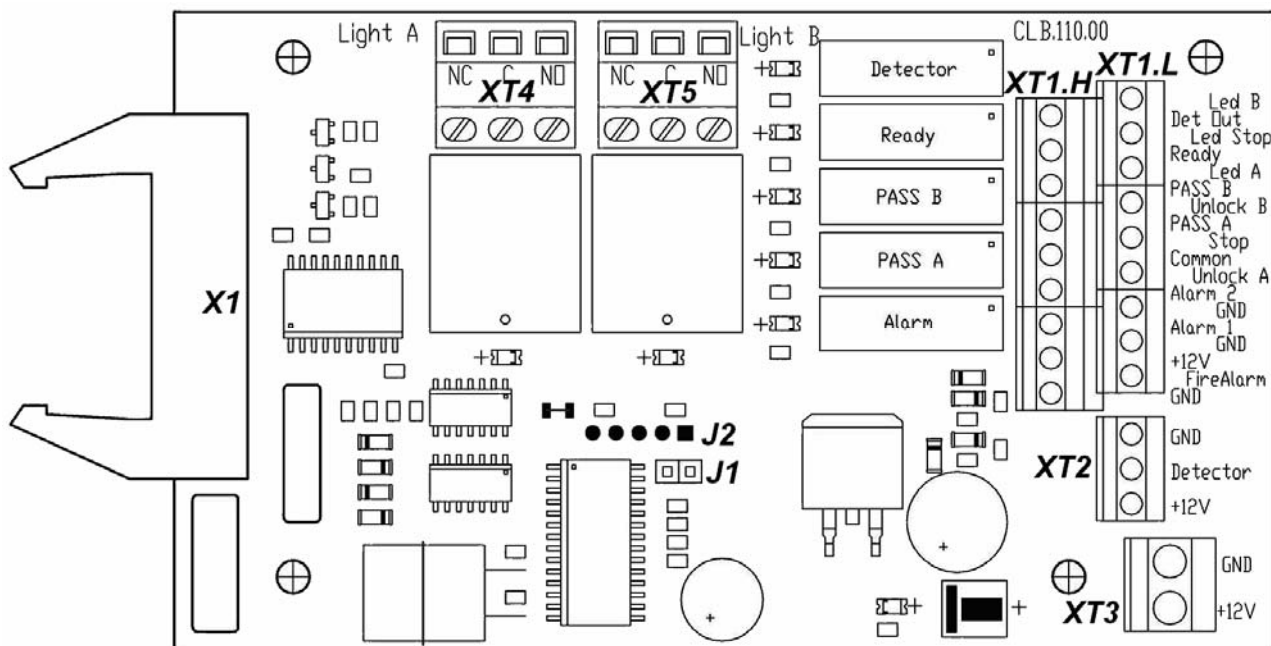

Рисунок 3 Внешний вид платы CLB
5.2.4 Пульт управления выполнен в виде небольшого настольного прибора в корпусе из ударопрочного АБС пластика и предназначен для задания и индикации режимов работы при ручном управлении турникетом. Пульт управления подключается к плате CLB гибким многожильным кабелем (14) через клеммную колодку "ХТ1.Л" (см. рис. 3).
На лицевой панели пульта управления расположены три кнопки для задания режимов работы турникета. Над кнопками расположены индикаторы. Средняя кнопка **STOP** (далее – кнопка **Запрет прохода**) предназначена для переключения турникета в режим «*Запрет прохода*». Левая и правая кнопки (далее – кнопки **Разрешение прохода**) предназначены для разблокировки турникета в выбранном направлении. Изменить ориентацию пульта управления относительно установки стойки турникета (если на месте установки стойка обращена к оператору не лицевой, а тыльной стороной) можно, поменяв местами провода от пульта управления, подключаемые на контакты *Unlock A* и *Unlock B* а также *Led A* и *Led B* соответственно (рис. 3 и рис. А.1 Приложения А).
5.2.5 На плате CLB (см. рис. 3) расположены:
5.4.3 Реле *PASS A* (контакты *PASS A* и *Common*), *PASS B* (контакты *PASS B* и *Common*), *Ready* (контакты *Ready* и *Common*), *Detector* (контакты *Det Out* и *Common*) и *Alarm* (контакты *Alarm 1* и *Alarm 2*) имеют нормально-разомкнутые контакты. При этом общий для этих реле контакт *Common* не соединен с минусом источника питания турникета. В исходном (неактивном) состоянии при включенном питании контакты реле *PASS A*, *PASS B*, *Ready* и *Detector* замкнуты (на обмотку реле подано напряжение), а контакты реле *Alarm* разомкнуты (напряжение на обмотку реле не подано). Факт срабатывания/отпускания реле *PASS A*, *PASS B*, *Ready*, *Detector* и *Alarm* можно определить по загоранию/гашению красных индикаторов, которые установлены вблизи указанных реле (см. рис. 3).
5.9.2 Подключение датчика контроля зоны прохода производится к клеммной колодке *XT2*, а сирены – к клеммной колодке *XT1.H* платы CLB согласно схеме электрических соединений см. рис. А.1 Приложения А и рис. 3). Датчик контроля зоны прохода должен иметь нормально-замкнутые контакты.
На контакты *Det Out* и *Common* клеммной колодки *XT1.H* платы CLB (см. рис. 3) всегда транслируется сигнал о текущем состоянии датчика контроля зоны прохода.
5.9.3 Подключение устройства, подающего команду аварийной разблокировки, производится к клеммной колодке *XT1.L* платы CLB согласно схеме электрических соединений (см. рис. А.1 Приложения А и рис. 3). Если вход *Fire Alarm* не используется, то необходимо установить перемычку между контактами *Fire Alarm* и *GND*. При поставке данная перемычка установлена.